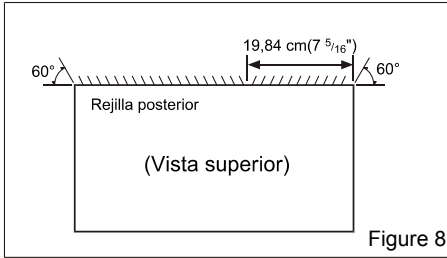

Figure 8
- 1** Coloque la dirección de la rejilla en la parte posterior del alojamiento de la pared en un ángulo de 60° según se muestra en la FIG 8. Se recomienda el uso de tenazas.